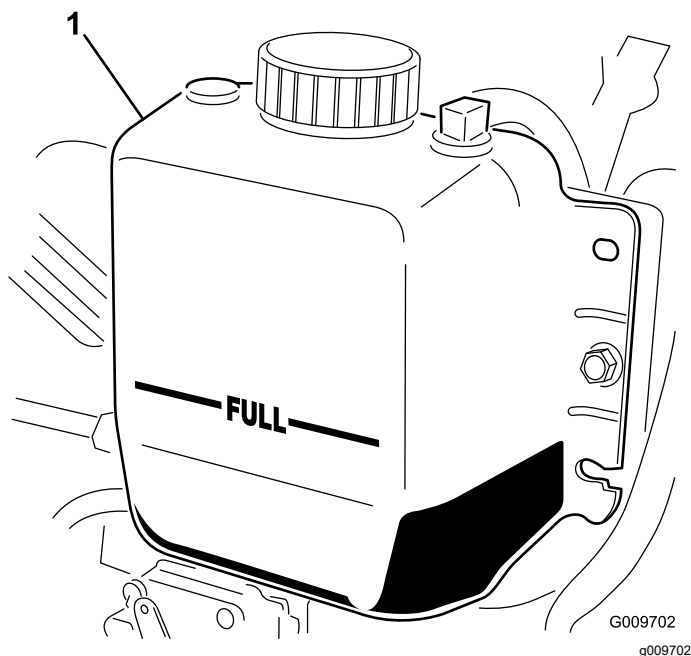

Figura 110
3. Verifique o nível do líquido de arrefecimento do radiador. O radiador deverá encontrar-se cheio de líquido até ao cimo do tubo de enchimento e o nível do líquido no depósito de expansão deverá atingir a marca CHEIO (**Figura 110**).